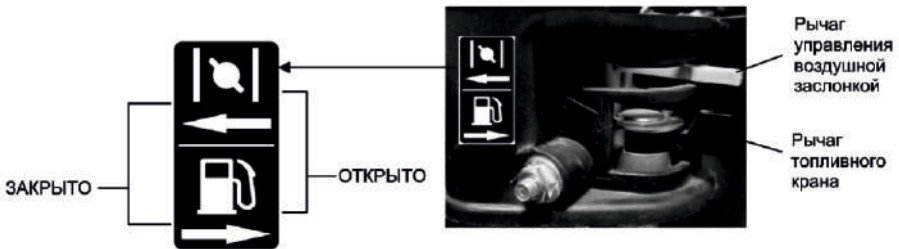

Рис. 11
1. Поставьте рычаг топливного крана в положение «ОТКРЫТО» (Рис. 11).
2. При запуске холодного двигателя переведите рычаг управления воздушной заслонкой в положение «ЗАКРЫТО» (рис. 11). Не закрывайте воздушную заслонку, если двигатель прогрет.